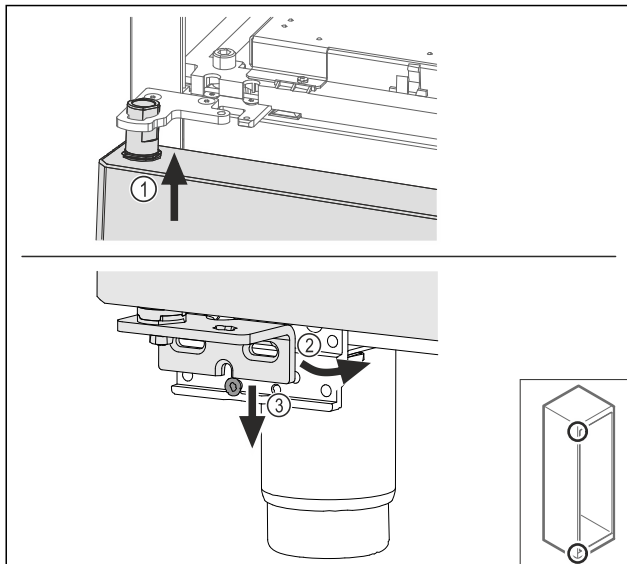

Fig. 68
- ▶ Наденете леко наклонената нагоре врата Fig. 68 (1), подравнете вратата напред Fig. 68 (2) и я поставете отдолу върху винта на опорната стойка Fig. 68 (3).